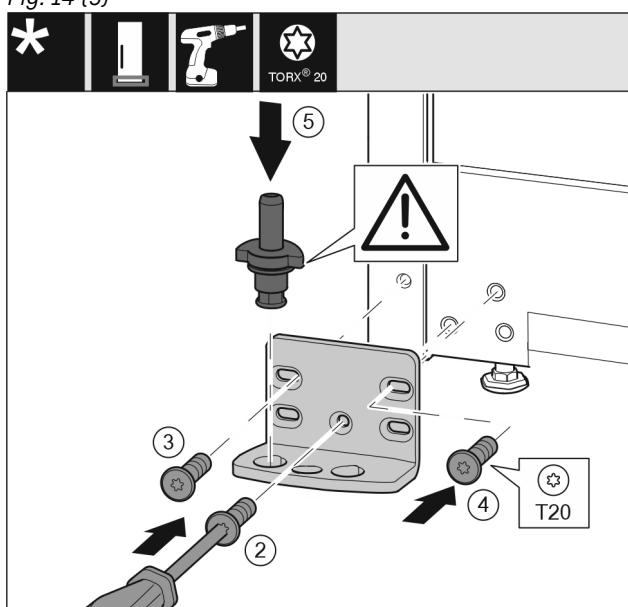

Fig. 15
- ▶ Εφαρμόστε το στήριγμα στην άλλη πλευρά και βιδώστε το με τη βοήθεια ενός κατσαβίδιου T20. Αρχίστε με τη βίδα 2 κάτω στο κέντρο. Fig. 15 (2)
- ▶ Σφίξτε τη βίδα 3 και 4. Fig. 15 (3,4)
- ▶ Τοποθετήστε ολόκληρο τον πείρο. Βεβαιωθείτε ότι το έκκεντρο ασφάλισης είναι στραμμένο προς τα πίσω. Fig. 15 (5)